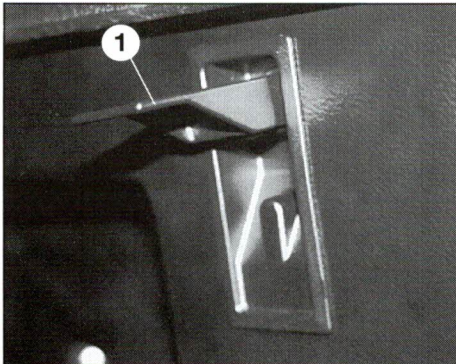

fig. 3.36
- Verschlusshebel [1] oben nach innen drücken, bis er waagrecht steht (fig 3.36).
- Relever le levier [1] vers l'intérieur pour le placer en position horizontale (fig. 3.36).
- Premere in alto verso l'interno la leva della chiusura [1] finché essa non sia in posizione orizzontale (fig. 3.36).